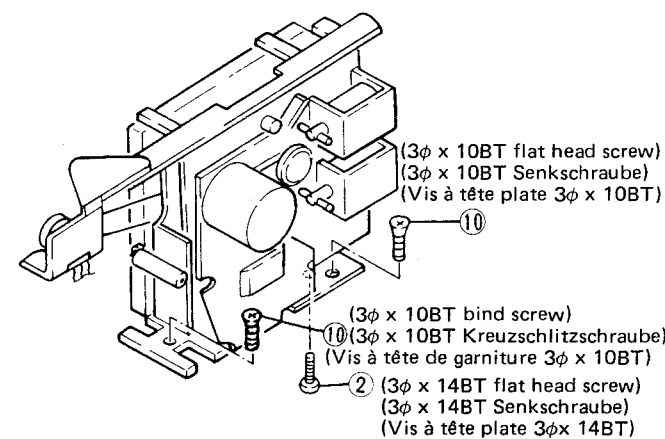

Fig. 7 Abb. 7
10. Cassette Chassis (Fig. 7)
10. Cassetten-Chassis (Abb. 7)
10. Châssis de cassette (Fig. 7)